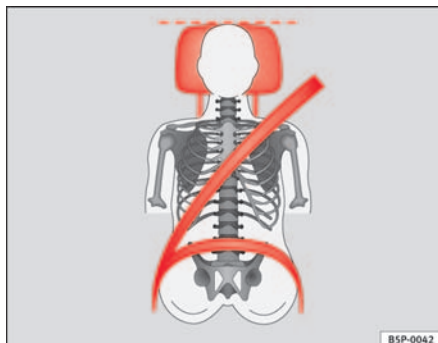
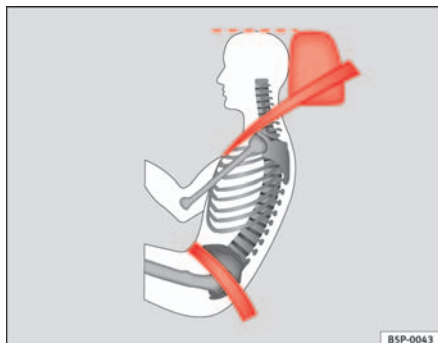

Abb. 3 Richtig eingestellte Kopfstütze von vorne betrachtet
Abb. 4 Richtig eingestellte Kopfstütze von der Seite betrachtet
- Stellen Sie die Kopfstützen so ein, dass sich die Oberkante der Kopfstütze möglichst auf einer Linie mit dem oberen Teil Ihres Kopfes, bzw. mindestens auf Augenhöhe befindet ⇒ Abb. 3 und ⇒ Abb. 4.